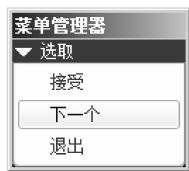
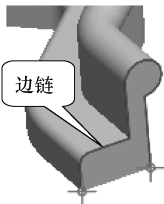
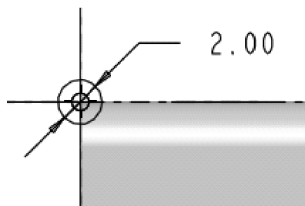

图 6-21 【选取】菜单
图 6-22 下一段曲线
图 6-23 草绘截面
(14) 出现【选取】菜单，如图 6-21 所示。选择【下一个】选项，此时选取的边链如图 6-22 所示。
(15) 在【选取】菜单选择【接受】选项，回到【链】菜单。
(16) 在【链】菜单选择【完成】选项，出现【选取】菜单，选择【接受】选项，出现【方向】菜单，选择【确定】选项，进入草绘界面。
(17) 草绘直径为 2mm 的圆，尺寸和约束如图 6-23 所示。
(18) 单击【草绘器工具】工具栏中的【完成】按钮，完成扫描截面的定义。